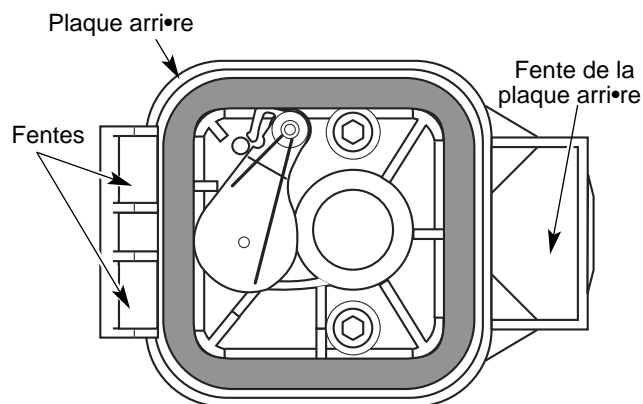

Fig. 60
6. Remplacez le filtre (Fig. 60).
7. Réinstallez le couvercle du filtre à air. Placez les crochets à gauche du filtre à air dans les fentes à gauche de la plaque arrière (Fig. 60).
8. Pivotez le couvercle vers la droite jusqu'à ce que la languette du couvercle du filtre s'enfonce dans la plaque arrière (Fig. 60).